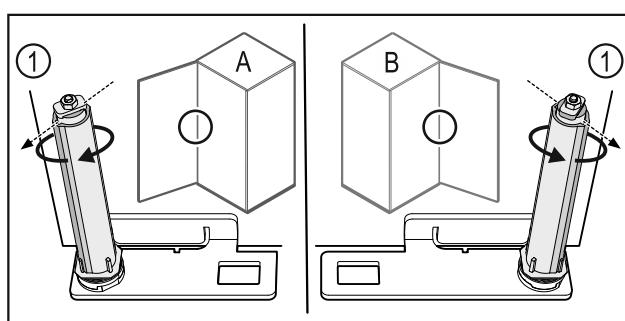

Fig. 61 Ľavý doraz (A)/pravý doraz (B)
- Otáčajte systém zatvárania proti odporu, kým nebude mostík systému zatvárania Fig. 61 (1) ukazovať von.